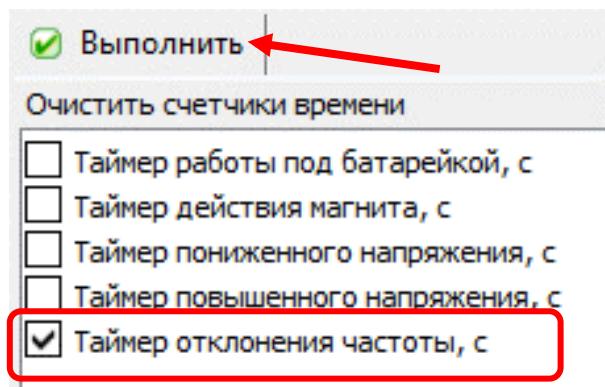

Рисунок 235 – Очистка счетчиков времени
6.19.4 Предусмотрена возможность обнуления каждого счетчика специальной командой по интерфейсу на вкладке ПО AdminTools «Команды→Очистка счетчиков времени» и «Команды→Очистка счетчиков событий» (Рисунок 235).